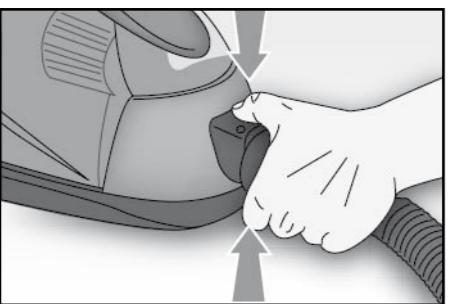

Fig. 2
- Inserire il manico (14) nell'apertura di entrata dell'aria (6) e premerlo finché non si blocca a scatto. Per rimuoverlo, è necessario premere contemporaneamente i due pulsanti di sblocco (9) ed estrarlo (Fig. 2).